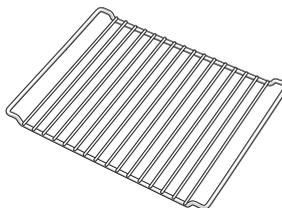

Fig. 3
1. Déposez les grilles porte-accessoires latérales (Fig. 3).
Grille (Fig. 3)